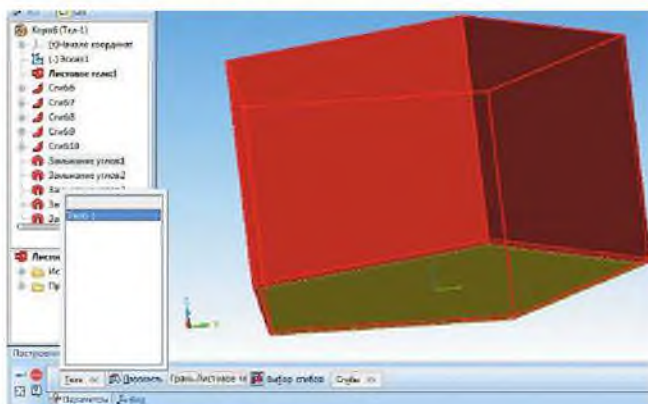

Рисунок 9.14 Выбор неподвижной грани модели
7. Для создания развертки короба вызвать команду **Параметры развертки**. На *Панели свойств* указать в качестве неподвижной грани модели ее основание (рисунок 9.14), нажать кнопку *Создать объект*